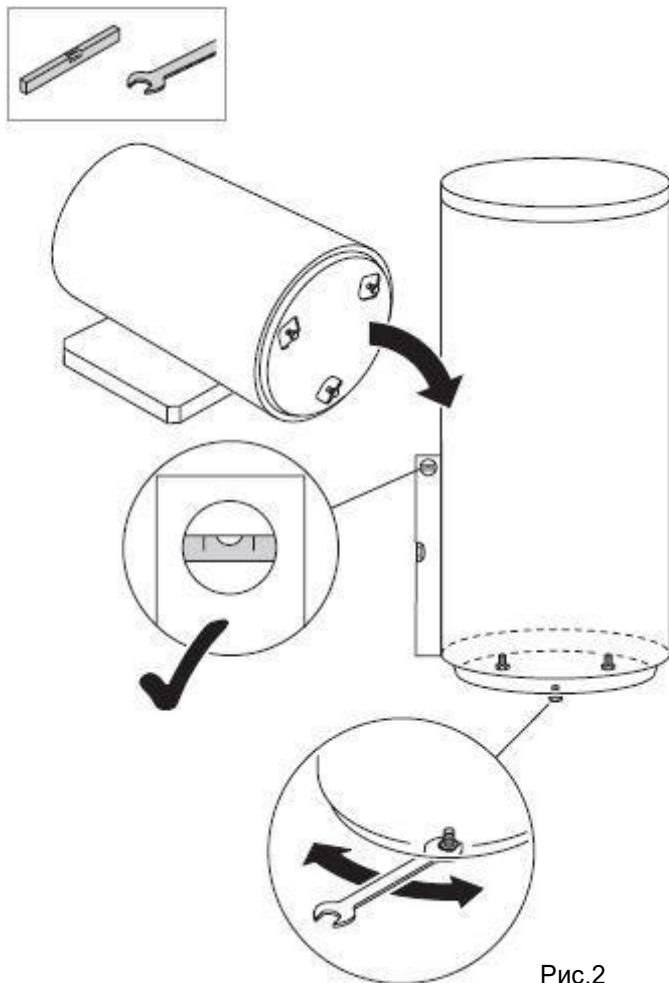

Рис.2
6.3 Бойлер рассчитан на работу автономно или совместно с отопительным котлом, работающем на твердом топливе и присоединяется к главному стояку условным проходом до 50 мм. Установите и выровняйте бойлер рис. 2.
6.5 Пример схемы подключения бойлера со всеми рекомендуемыми клапанами и кранами (рис. 2).